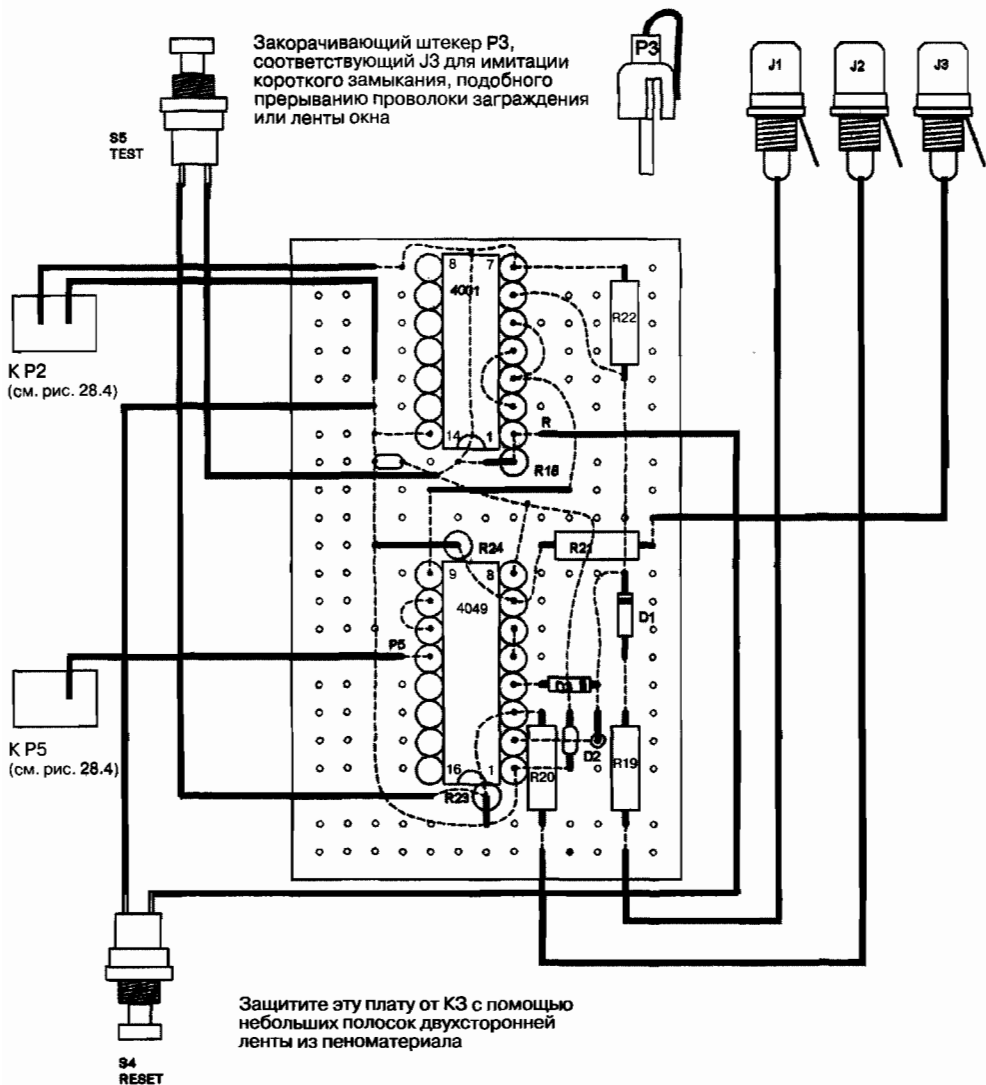

Рис. 28.7. Расположение компонентов на сенсорной плате и внешние подключения
5. Соберите сенсорную плату в соответствии с рис. 28.7 с использованием макетной платы  $5,07 \times 3,81$  см с перфорацией шагом 0,25 см. Вставьте выводы компонентов в отверстия платы, как показано. Выводы компонентов, задействованные по принципиальной схеме, используются в качестве точек соединения. Пока не отрезайте их, а загните, чтобы исключить выпадение компонентов деталей из отверстий платы. Прежде чем приступить к пайке, прочитайте следующее: